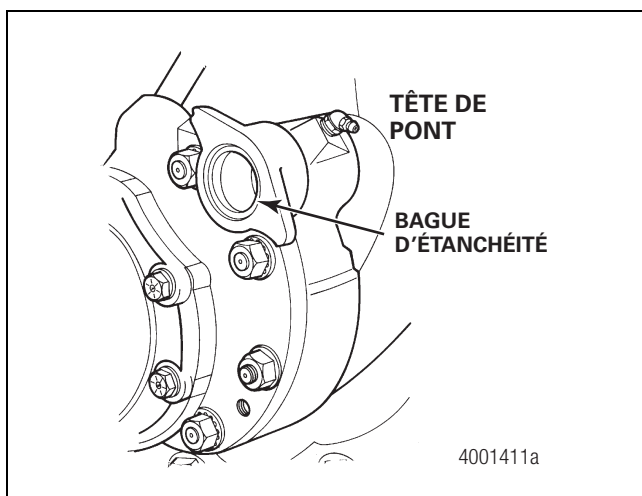

Figure 5.20
2. Emmancher une bague d'étanchéité neuve dans le logement de roulement. La lèvre de la bague doit faire face au palier. Figure 5.20.